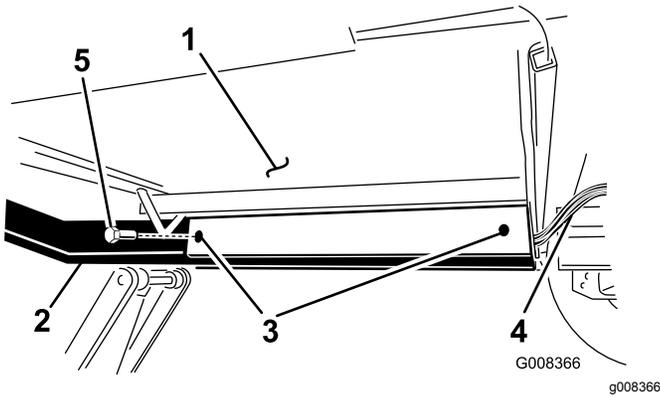

Figure 5
7. Avec l'aide d'une autre personne, insérez un boulon ( $\frac{5}{8}$  x 3 po) dans les trous. Soulevez l'avant de la flèche pour aligner les trous avant et fixez la flèche en place à l'aide d'un boulon ( $\frac{5}{8}$  x 3 po) (Figure 5).